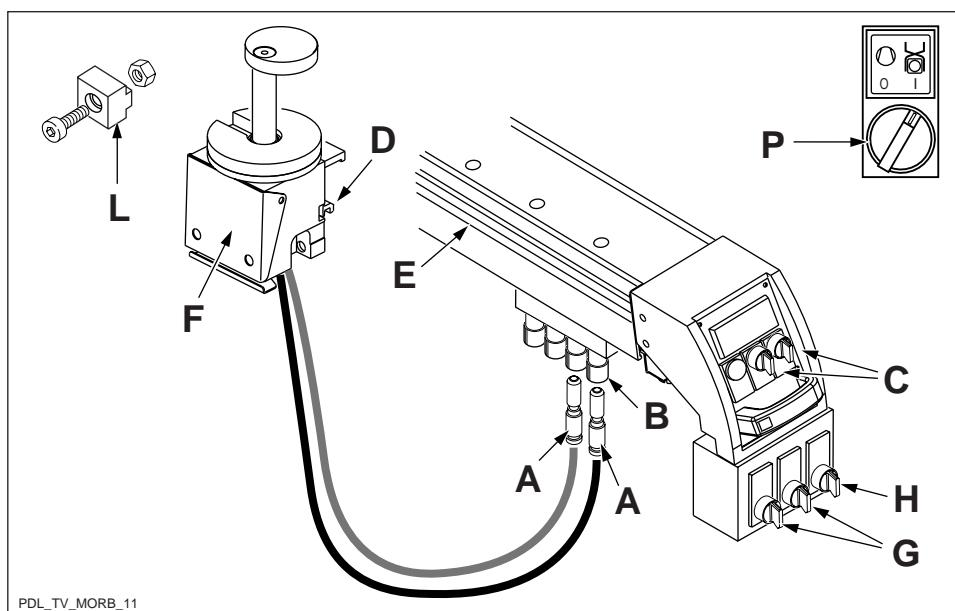

Fig. 16a
- collegare gli attacchi rapidi A (Fig. 16a) dei morsetti alle prese B sotto il piano di lavoro facendo attenzione alle colorazioni dei tubi